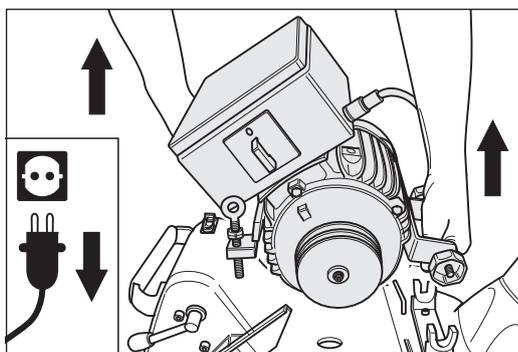

Fig. 24 Desmontaje del motor de la carcasa de la máquina.
- 7 Retire el motor de la máquina y asegúrelo contra el patinamiento y daños durante el transporte (Fig. 24).